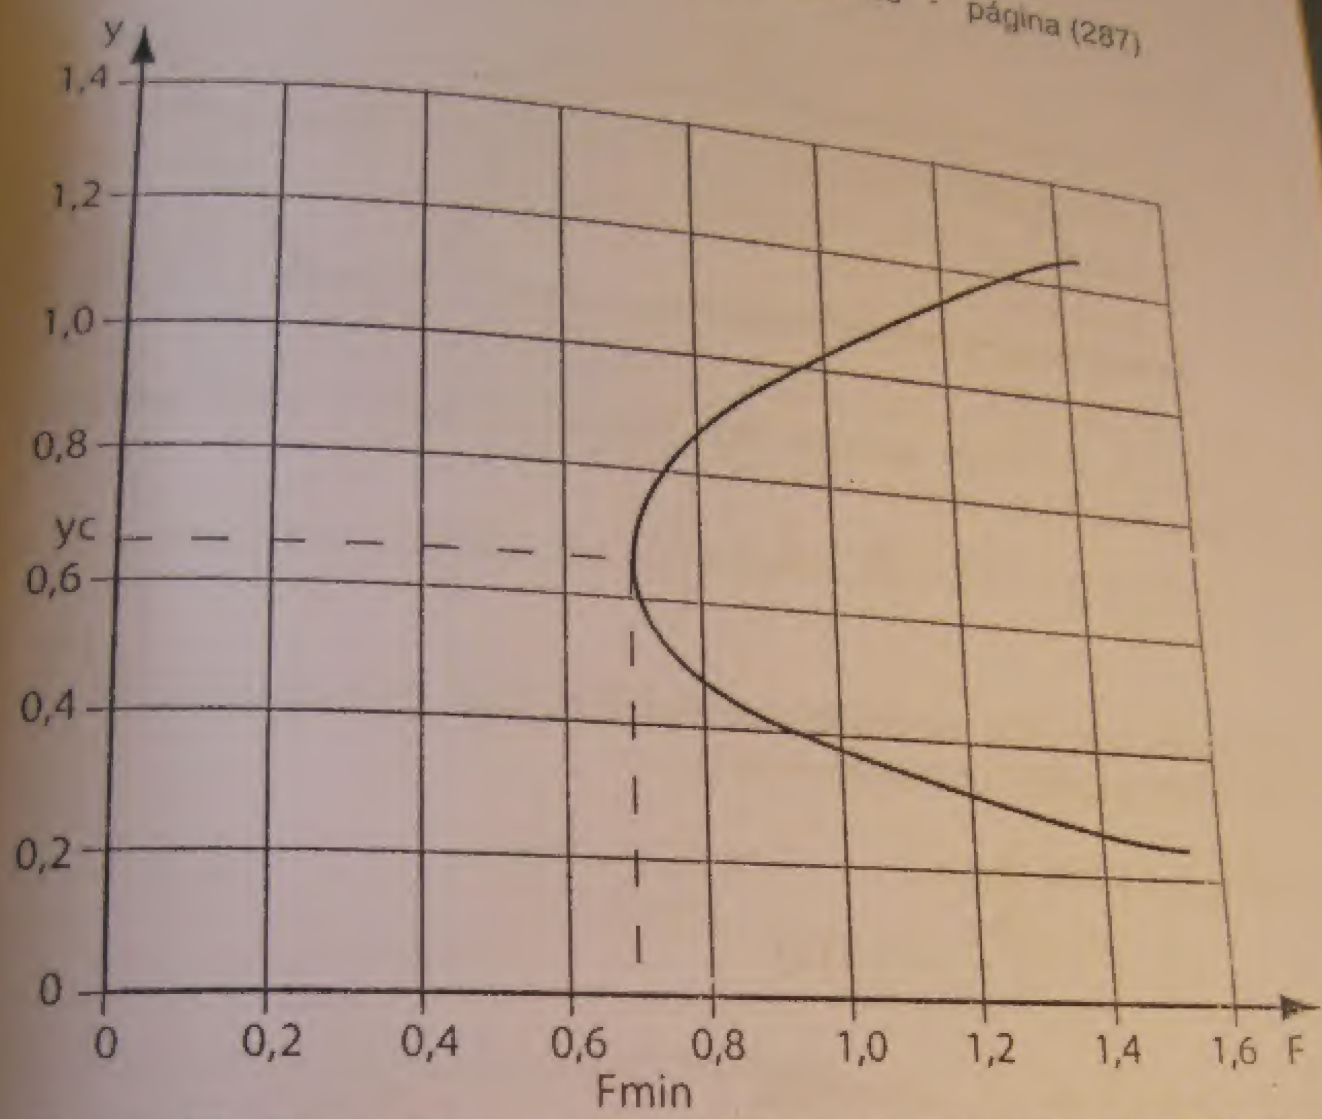

Figura 35. Curva F vs y para un Q constante y $Z = 1$, $b = 0.80$ m
4. Ploteando F vrs y se obtiene la figura 35, en ella se observa que el valor de F_{min} , corresponde al y_c .